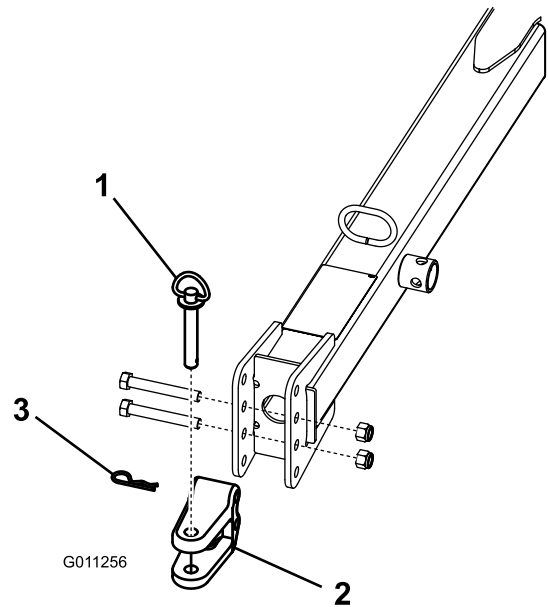

Рисунок 10
- Отверните болты и контргайки крепления вилки сцепного устройства (Рисунок 10) к буксировочной штанге.